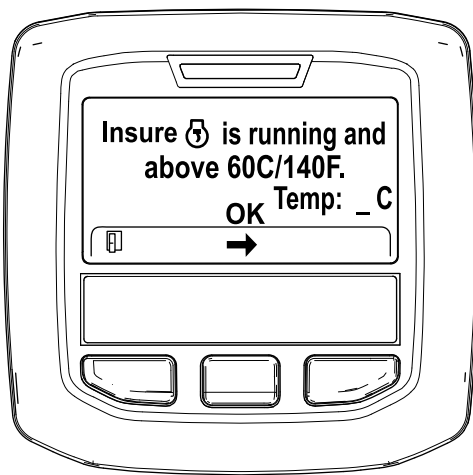

Figura 46
5. Se la temperatura del refrigerante è inferiore a 60°C, viene visualizzato il messaggio "Assicurarsi che  sia in funzione e sopra 60°C". (Figura 46).